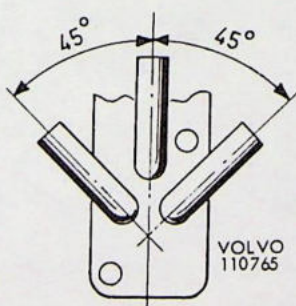

Fig. 6. Slangaansluiting bij de SU-karburateur.
1. Plaats de drie slang aansluitingen (5,6, Fig. 3) in de daarvoor bestemde gaten in de steun (4). De drie slang aansluitingen moeten ten opzichte van elkaar onder een hoek van 45° komen te staan, zie Fig 6. Klink de warmestartklep met behulp van twee 1/8" aluminium klinknagels vast aan de steun.
2. Schuif de rubber manchet (13) over de klepstang (14) en steek deze door de hefboom (16). Leg de ring (3) over de klepstang en schroef de moeren (2) en (1) erop. Trek de klepstang zo ver mogelijk omhoog, d.w.z. zo ver dat de rubber ringen (11) op de klepstang in en door het gat in de klep (10) komen te vallen. Schuif een 80 mm. lange slang op de middelste slangaansluiting en 50 mm. lange slangen op beide andere aansluitingen.